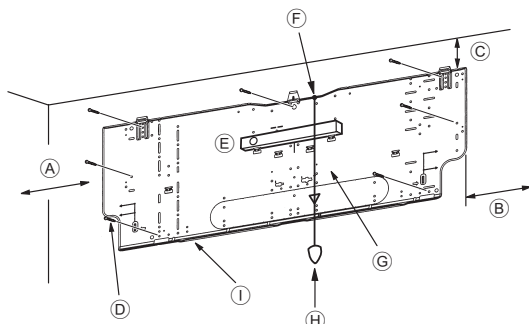
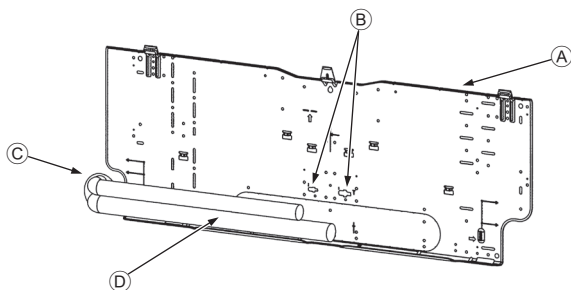

Fig. 3-4
Fig. 3-5
■ PKA-M60, 71, 100KA(L) (Fig. 3-4)
- Ⓓ Крепежные винты (4 × 25) ②
- Ⓢ Монтажная плита ①
3.3. Встраивание труб в стены (Fig. 3-5)
- Ⓐ Монтажная плита ①